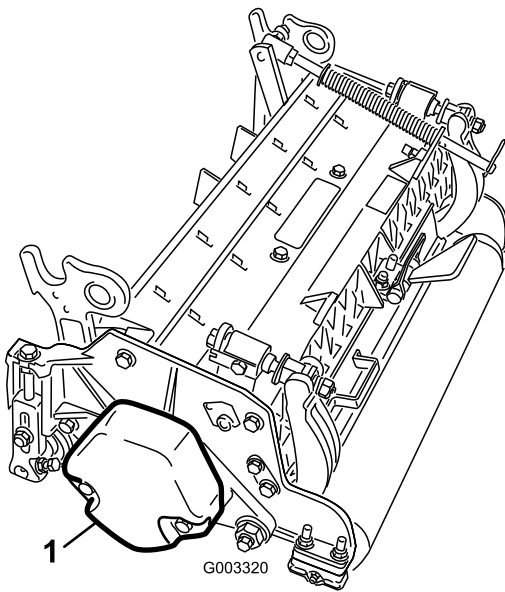

Bild 6
- Entfernen Sie an den Mähwerken 2 und 4 die zwei Kopfschrauben, mit denen das Gegengewicht links am Mähwerk befestigt ist. Nehmen Sie das Gegengewicht ab (Bild 6).